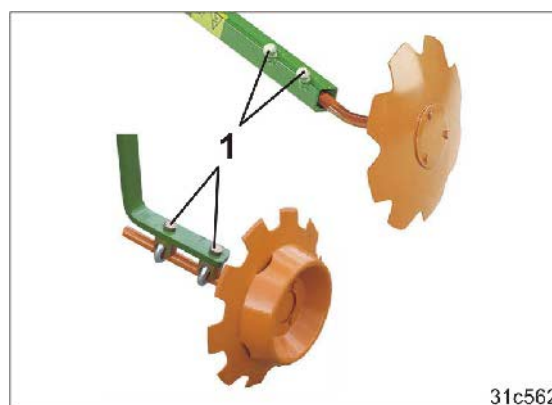

Рис. 149
- 4.4 Ослабьте два винта (Рис. 149/1).
- 4.7 Затяните винты (Рис. 149/1).